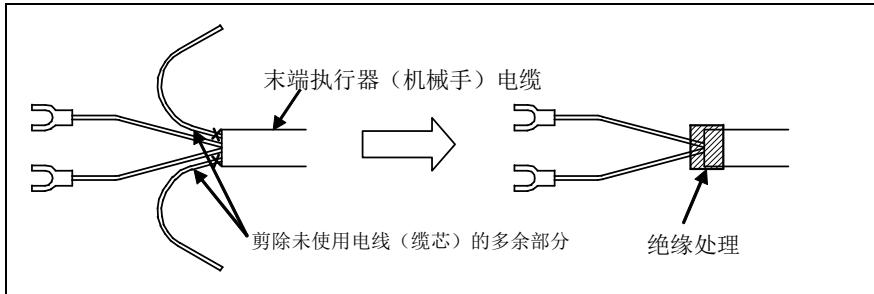

图 5 末端执行器（机械手）电缆的处理方法
- 请剪除末端执行器(机械手)电缆的未使用电线(缆芯)的多余部分并进行绝缘处理。如缠绕醋酸布胶带等。（见图 5）